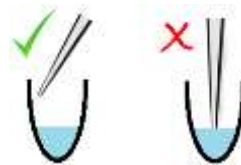

Abbildung 1
- Nach dem Mischen **10 µl** entnehmen und in die NTC-Kavität (Kavität 96, Position H12) pipettieren (siehe auch Abbildung 1 und 2).
- Jeweils **10 µl** der DNA/Plex Mix/Wasser-Lösung in die Kavitäten 1-95 der HISTO TYPE Rainbow QS6 Platte verteilen (bitte Abbildung 1 und 2 beachten). Die NTC-Kavität 96 (Position H12) darf nicht mit dem DNA-Mix befüllt werden, weil dies zu einer positiven Reaktion führt und damit zu einem invaliden Ergebnis führt!
Hinweis: Beim Pipettieren in die PCR-Kavitäten ist es wichtig, dass die Pipettenspitze nicht mit den getrockneten Mixen (blau eingefärbt) am Boden der Kavitäten in Kontakt kommt. Es sollte seitlich an die Gefäßwand pipettiert werden, damit sich die 10 µl durch die Gravitation mit dem getrockneten Mix mischen können (siehe Abbildung 1).